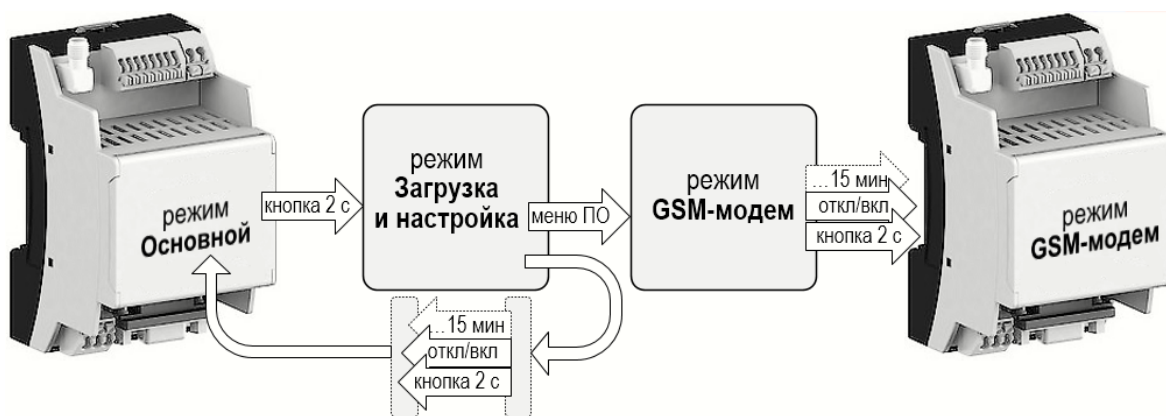

Рис.6. Установка режима «GSM-модем».
- 1.4.3.7. Перевод адаптера в требуемый режим также возможен с использованием кнопки управления режимами (рис.3). Исключение составляет режим **GSM-модем**. Порядок действий при установке рабочего режима в адаптере показан на рис.6.